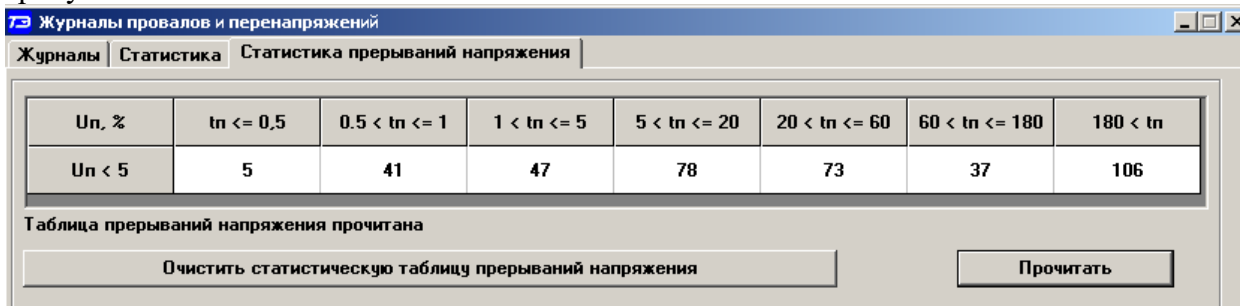

Рисунок 57 – Вкладка «Статистика прерываний напряжения»
4.24.4.7 Очистка таблицы прерываний напряжения производится путем нажатия одноименной кнопки на поле формы (рисунок 57). Факт и время очистки статистической таблицы прерываний напряжения фиксируется в журналах очистки статистических таблиц, как описано в п. 4.24.3.8. Очистка таблиц производится с первым уровнем доступа.